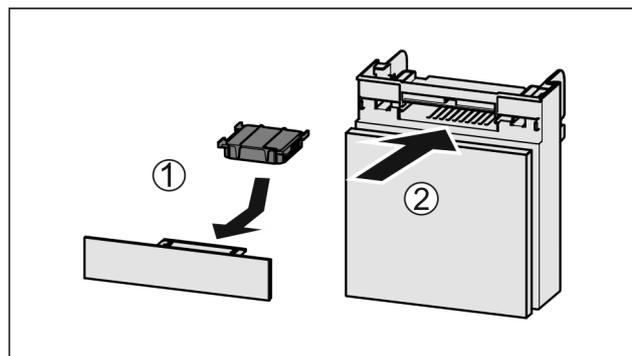

Fig. 107
- ▶ 按图装入 Fig. 107 (1) 活性炭过滤器。
- ▶ 推入 Fig. 107 (2) 抽屉。